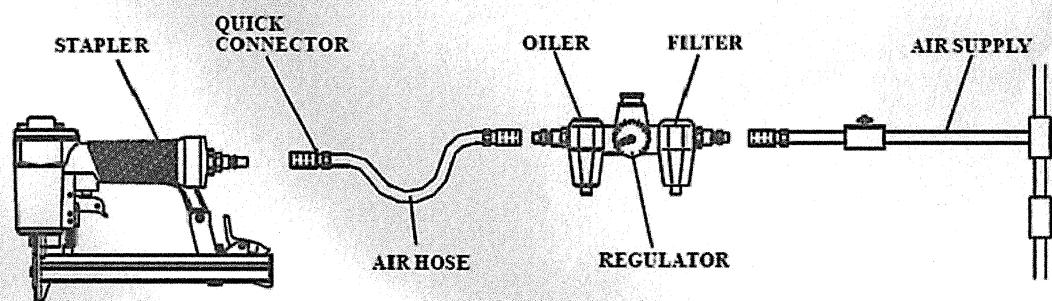

Figure 1
- Die Maschine ist komplett montiert, wenn Sie es erhalten. Schließen Sie bevor Sie es verwenden, um die Luftzufuhr mit dem erforderlichen Zubehör. Empfehlenswertes Zubehör und die Reihenfolge der Verbindung finden Sie unter Abbildung 1. Sicherstellen Sie, dass der Luftschauch wird deaktiviert, wenn installieren oder Entfernen der Adapter auf der Oberleitung.
- Your air tool is fully assembled when you receive it. Before using it, attach the air line and desired air system accessories. See figure 1 for the recommended accessories and connection order. Make sure the air hose is disconnected when installing or removing adapters on the air line.
- La machine est entièrement assemblée lorsque vous le recevez. Avant de l'utiliser, connectez-la à l'alimentation d'air avec les accessoires nécessaires. Voir la Figure 1 pour les accessoires recommandés et l'ordre de connexion. Assurez-vous que le tuyau d'air est déconnecté lorsque vous installez ou supprimez des éléments sur la caténaire.